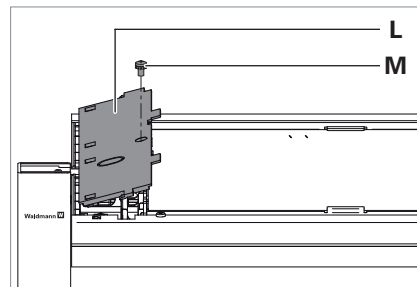

Fig. 7: Abdeckung montieren.
- ▶ Setzen Sie die Abdeckung **L** mit den Haken an der Unterseite der Abdeckung in die Ösen am Leuchtenkopf und drücken Sie die Abdeckung fest, siehe Fig. 7.